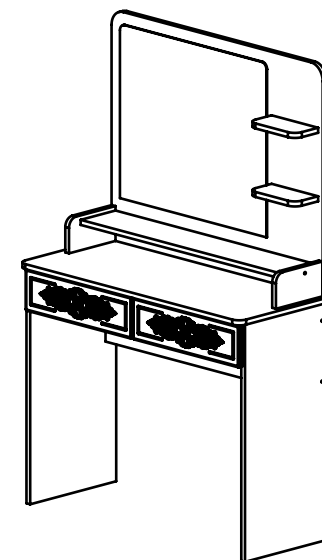

Рис.11
9. Установите заглушки конфирматов и минификсов. Установите ящики на направляющие стола (Рис.11).